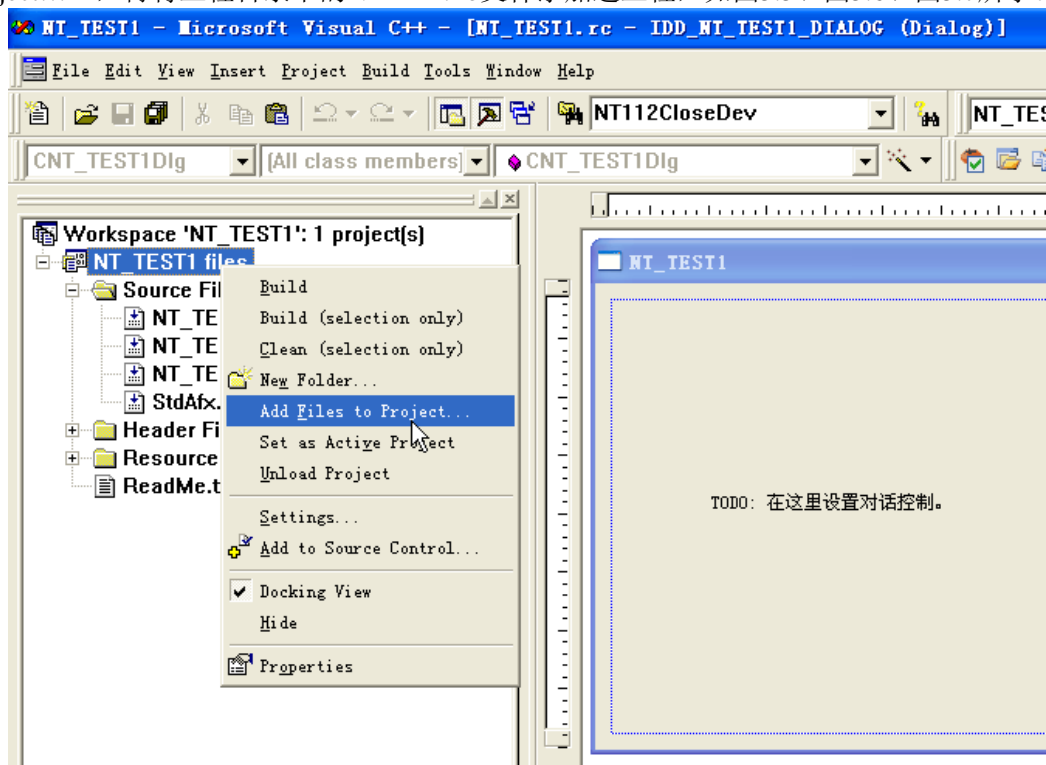
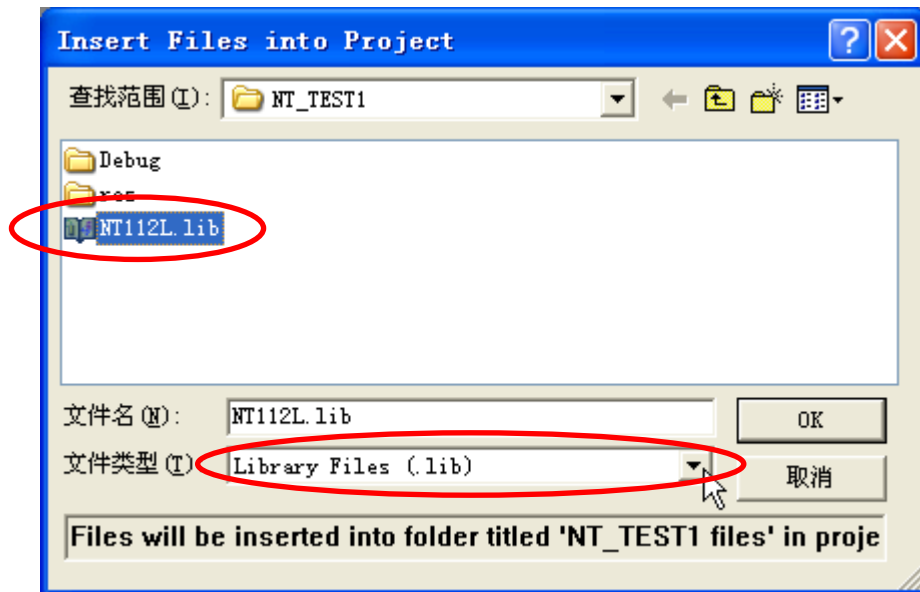
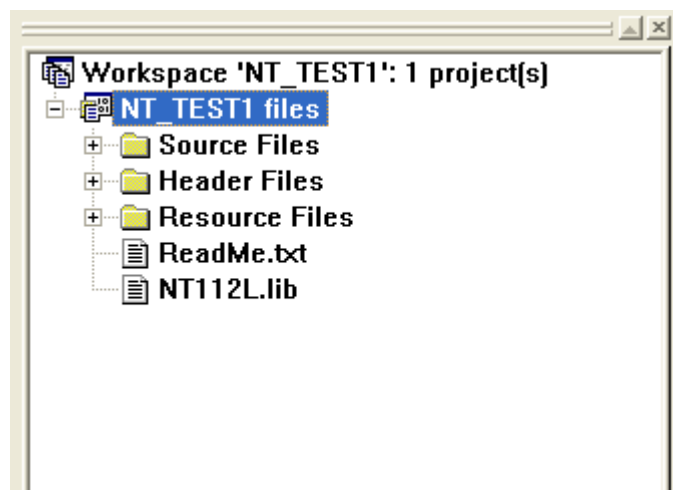

图 5.5 选择 Add Files to Project 子菜单
图 5.6 选择工程目录下的 NT112L.LIB 文件
图 5.7 添加 NT112L.LIB 文件后的 FileView 页面
(3) 在FileView页面中右击“NT\_TEST1 files”，在弹出的浮动菜单中选中“Add Files to Project...”，再将工程目录下的NT112L.lib文件添加进工程，如图5.5、图5.6、图5.7所示。